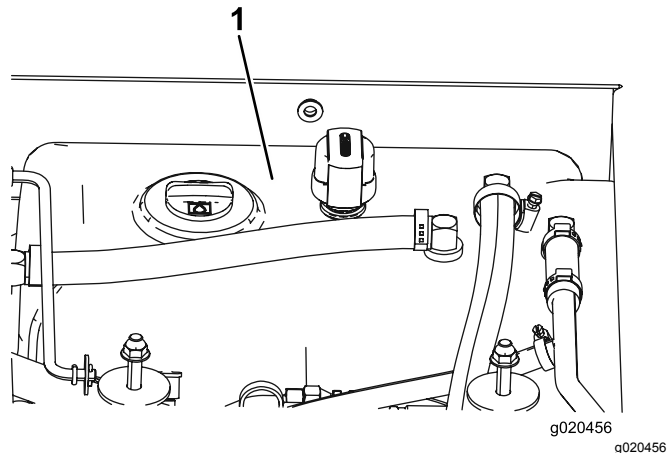

Figure 104
4. Remplissez le réservoir (Figure 104) de liquide hydraulique ; voir Contrôle du niveau de liquide hydraulique (page 75).